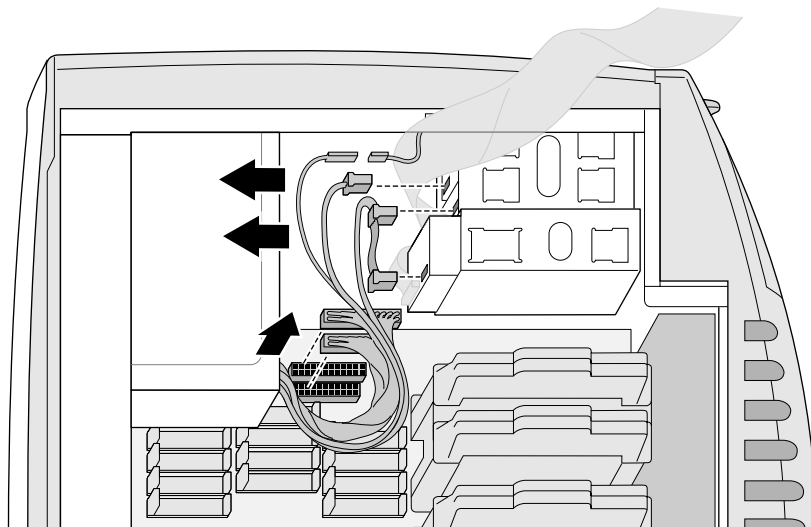

図 7-2 ドライブから電源コードを抜く
2. 電源ケーブルを IDE ドライブから抜きます (図 7-2)。